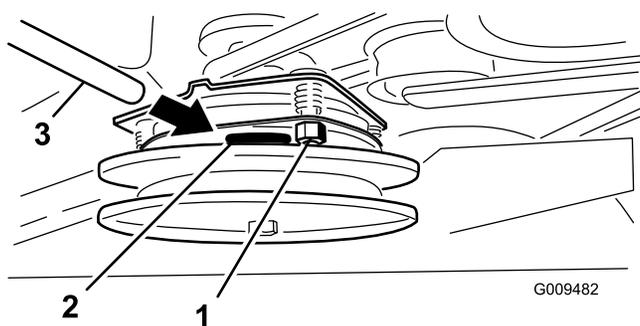

Figura 62
2. Si es necesario un ajuste, utilice una galga de 0.015 pulgadas (0.381 mm) para ajustar cada una de las tres posiciones de la ranura de ajuste. Apriete las contratuercas hasta fijar ligeramente la galga pero dejando que ésta se pueda mover con facilidad en el entrehierro (Figura 62).